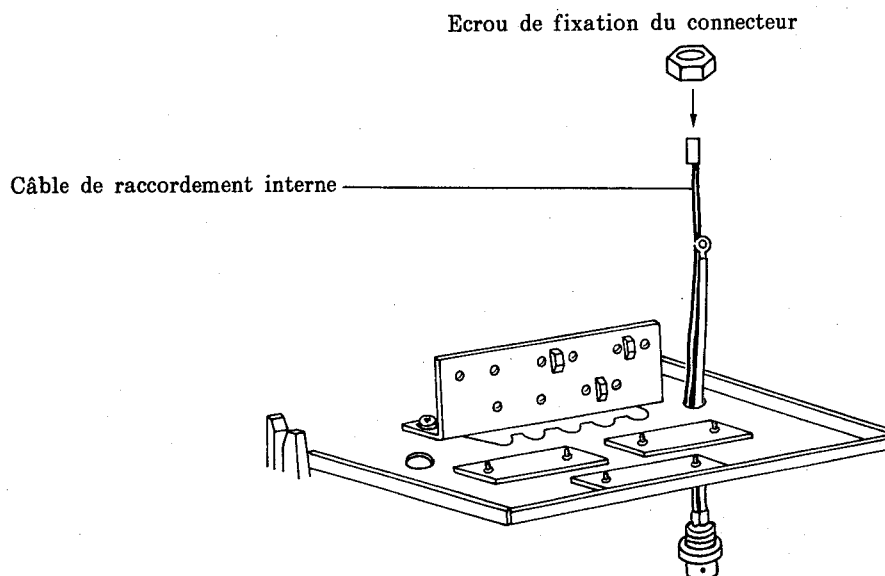

Fig. 28
- (6) Installer le connecteur du câble de raccordement interne à la plaque de fixation du câble de la manière suivante (voir la Fig. 28):